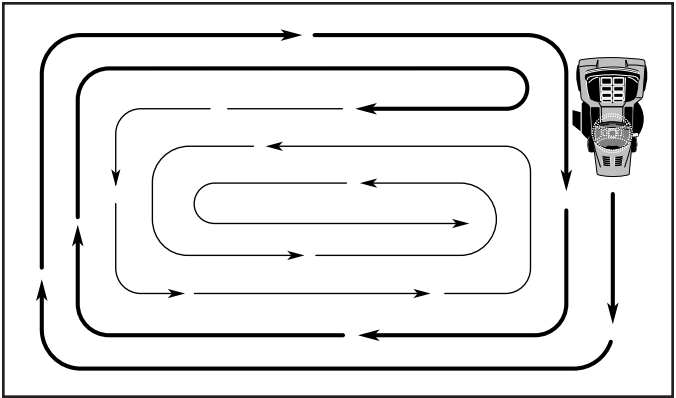

Fig. 14
- Pour tondre une grande surface, on vous conseille de commencer par tourner à droite, de façon à ce que l'herbe ne soit pas déversée sur les arbrustes, les clôtures, les allées, etc. Après un ou deux tours, tondez en sens inverse en tournant à gauche jusqu'à ce que le travail soit achevé (Voir la Fig. 14).